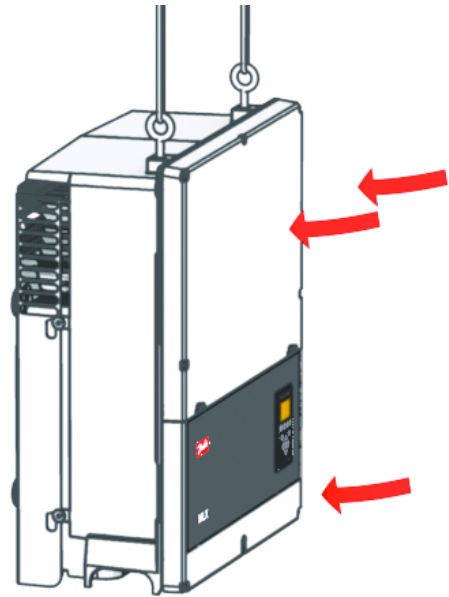
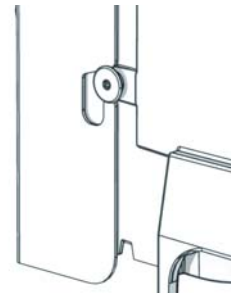

Abbildung 2.13 Einföhrung der Schrauben in die Führungsschlitze
Abbildung 2.14 Einföhrung der Schrauben in die Führungsschlitze – Detailsicht
3. Den Wechselrichter wie abgebildet schieben, damit die seitlichen Schrauben in die beiden unteren Führungsschlitze und dann in die oberen Schlitze geföhrt werden. Siehe *Abbildung 2.13* und *Abbildung 2.14*.